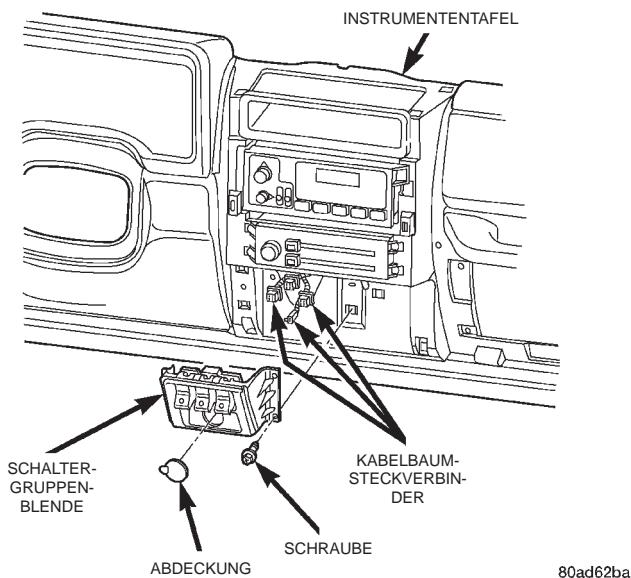

Abb. 5 Schaltergruppenblende aus- und einbauen
(1) Batterie-Minuskabel (-) abklemmen und elektrisch isolieren.
(2) Die mittlere Instrumententafelblende von der Instrumententafel abbauen. Näheres hierzu siehe Kapitel 8E, "Instrumententafel und Anzeigeelemente".
(3) Die vier Schrauben lösen, mit denen die Schaltergruppenblende an der Instrumententafel befestigt ist (Abb. 5).